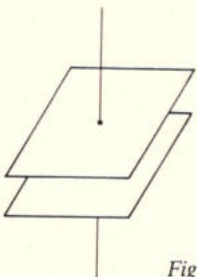

Fig. 1.
3. Een condensator bestaat uit twee gelijkvormige vlakke platen, elk met een oppervlak van 200 cm^2 . De platen zijn geïsoleerd opgesteld in lucht, waarbij de afstand $1,5 \text{ cm}$ bedraagt (zie fig. 1).